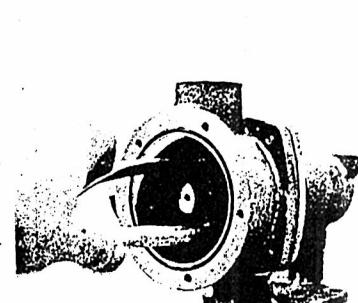

図2
2. ブライヤー又はベンチにてインペラを引き出します。(図2参照)